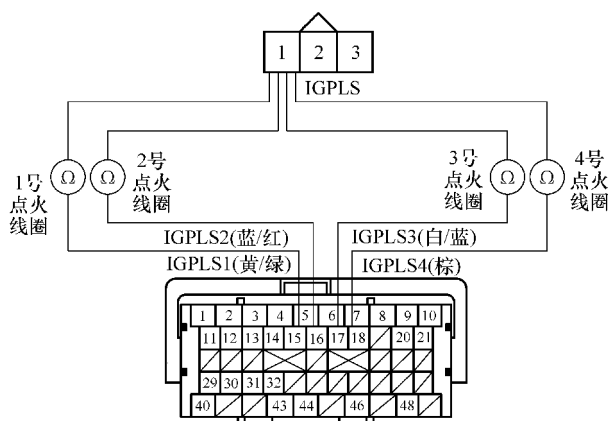

图 4-27 测试点火线圈 1 号端子与相应 PCM 插头端子之间的导通性
24) 如图 4-27 所示, 检查故障气缸的相应点火线圈 3 芯插头 1 号端子与相应 PCM 插头端子之间是否导通。